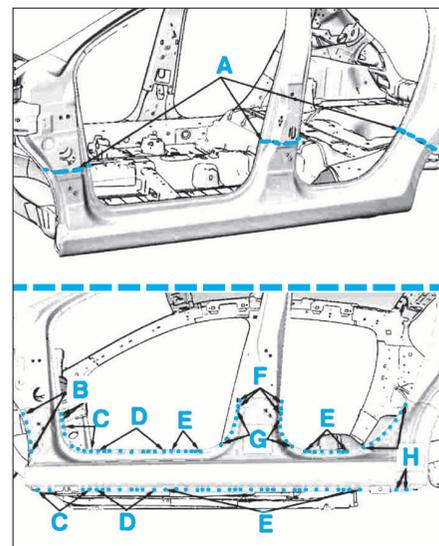

FIG. 33
- Poser et souder la pièce neuve aux endroits indiqués A,B,C,D,E,F et G (Fig.33)